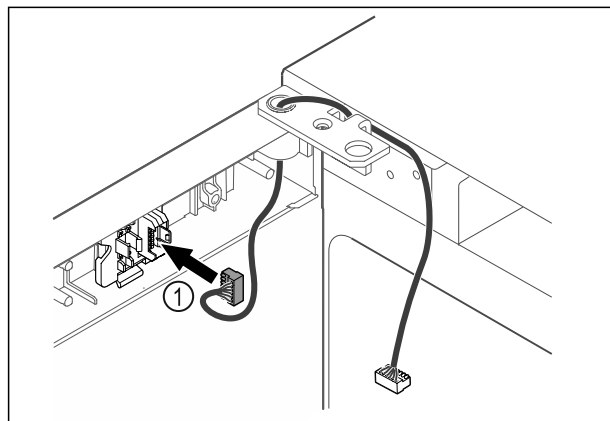

Fig. 39
- ▶ Zasuňte zástrčku Fig. 39 (1) do držáku zástrčky.